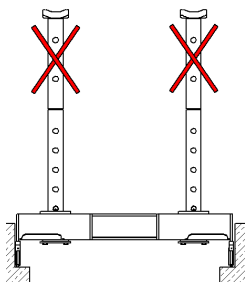

Fig. 20
- *Tubi di rinforzo e distanziatori non devono essere impilati. Pericolo di ribaltamento! → Fig. 20;*